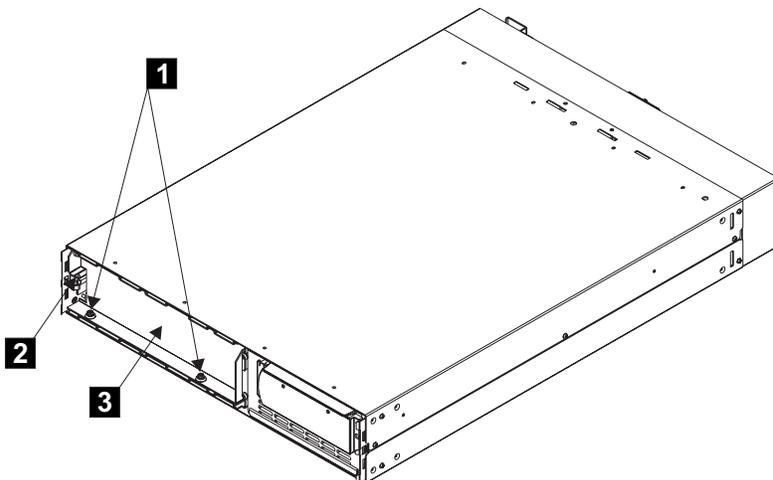

図 31. バッテリー保持ブラケットの固定
- c. 2 つのボルト **1** と、ブラケットの左側にある追加のナット **2** を取り外します (図 31 を参照)。次に、バッテリー保持ブラケット **3** を取り外します。